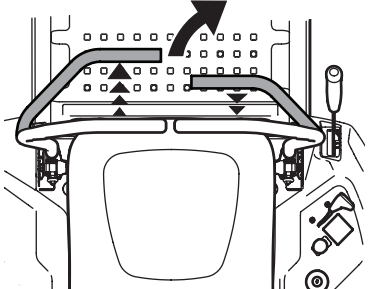

Figure 29
2. Pour tourner à droite, tirez la barre de conduite droite vers vous et poussez la barre de conduite gauche vers l'avant. Voir Figure 29.